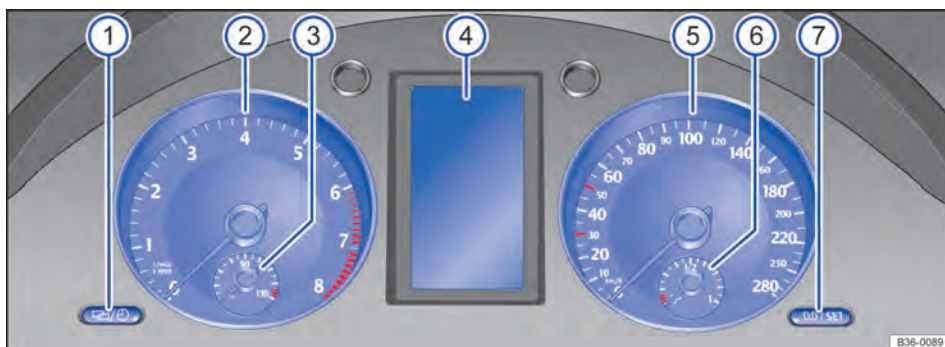

Fig. 11 Instrumento combinado do painel de instrumentos.
Significado dos instrumentos ⇒ Fig. 11:
De acordo com o equipamento do veículo, é possível que sejam exibidas diferentes informações no display do instrumento combinado ⇒ Fig. 11 ④:
O indicador do evento de serviço aparece no display do instrumento combinado ⇒ Fig. 11 ④.